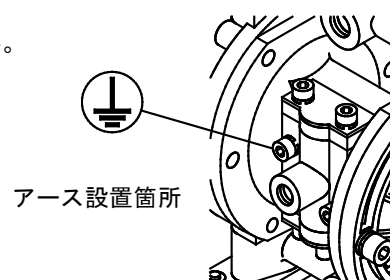

Fig. 3.3
- 1) 必ず指定箇所(ダイヤフラムポンプ)からアースを設置してください。(Fig. 3.3)